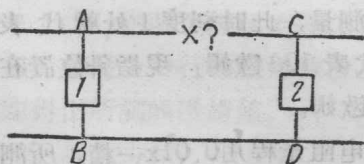

图9 测量AC间是否断线, 应用低电阻档来测量
(2) 在利用电阻测量作线路检查时, 一定要选择适当的一档, 不然很容易得出错误结论; 如图9,